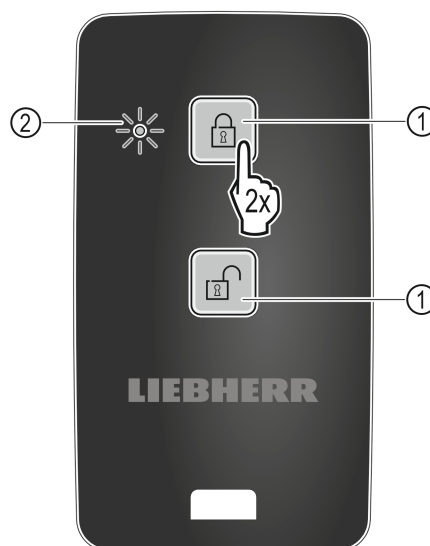

Fig. 101
- ▶ Eine Taste auf Fernbedienung Fig. 101 (1) zweimal drücken.
- ▷ Die Status-LED Fig. 101 (2) auf der Fernbedienung blinkt dreimal.